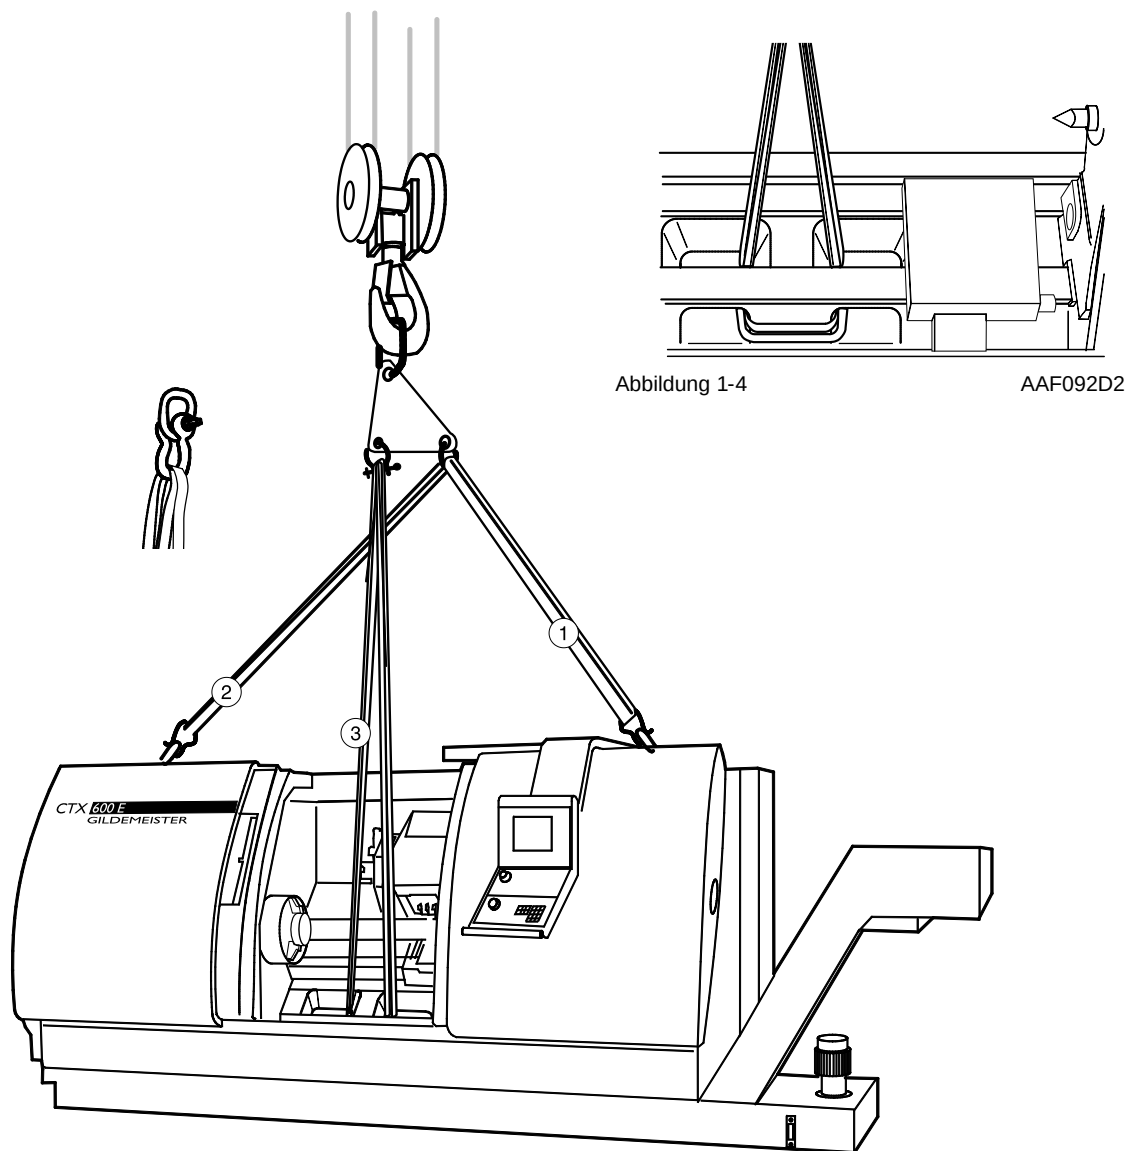

Abbildung 1-3
- Hängen Sie die mitgelieferte Transporttraverse in den Kranhaken ein, achten Sie dabei auf die Lage der Traverse. Der kurze Schenkel muß zur Bedienerseite (Abbildung 1-3) zeigen.